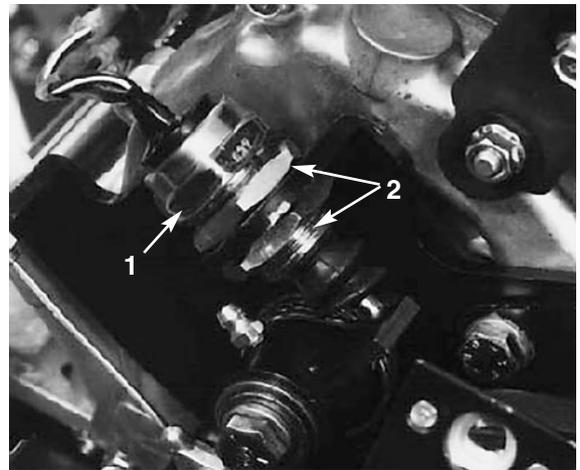

Figure 38
- Desserrer les (2) écrous de montage du contacteur (Fig. 38) et déplacer le contacteur jusqu'à ce que le plongeur soit enfoncé à $4,57 \text{ mm} \pm 1,5 \text{ mm}$ (contacteur fermé).
- A l'aide d'une clé standard de 7/8", dévisser la vis de tension de ressort jusqu'à ce que la rondelle de butée ne soit plus en appui contre la barre d'appui (Fig. 38).